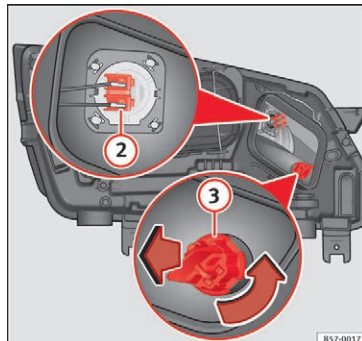

Fig. 105 I motorrummet: pære til fjernlys ② og pære til blinklys ③
3. Tryk stikket » **Fig. 105 ②** i siden mod venstre, og træk i den.
3. Drej pæreholderen » **Fig. 105 ③** mod venstre, og træk i den.